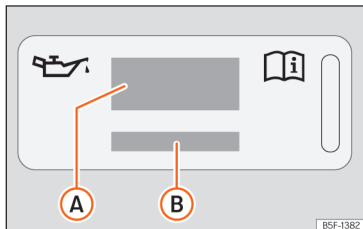
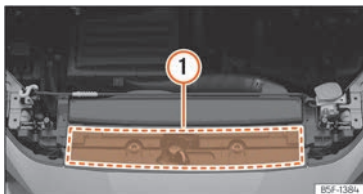

Fig. 184 En el vano motor: etiqueta de aceite de motor
Fig. 185 En el vano motor: zona de ubicación de la etiqueta de aceite de motor
Legenda de la »» fig. 184:
»» **fig. 184**. La etiqueta con la norma prescrita se encuentra en la parte delantera en el vano motor »» **fig. 185** **(1)**. Si utiliza el aceite de motor recomendado, se puede corregir el nivel del llenado tantas veces como sea necesario.
- Si falta la etiqueta con la especificación del aceite motor >>> fig. 184, póngase en contacto con un taller especializado.